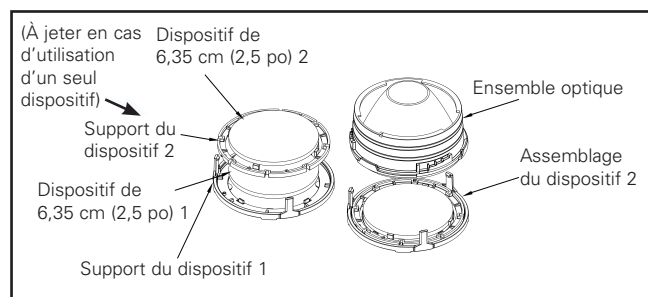

Figure 3
3. Assemblez les dispositifs dans les supports prévus à cet effet. S'il s'agit d'un dispositif unique, laissez le deuxième support du dispositif. (Figure 3)